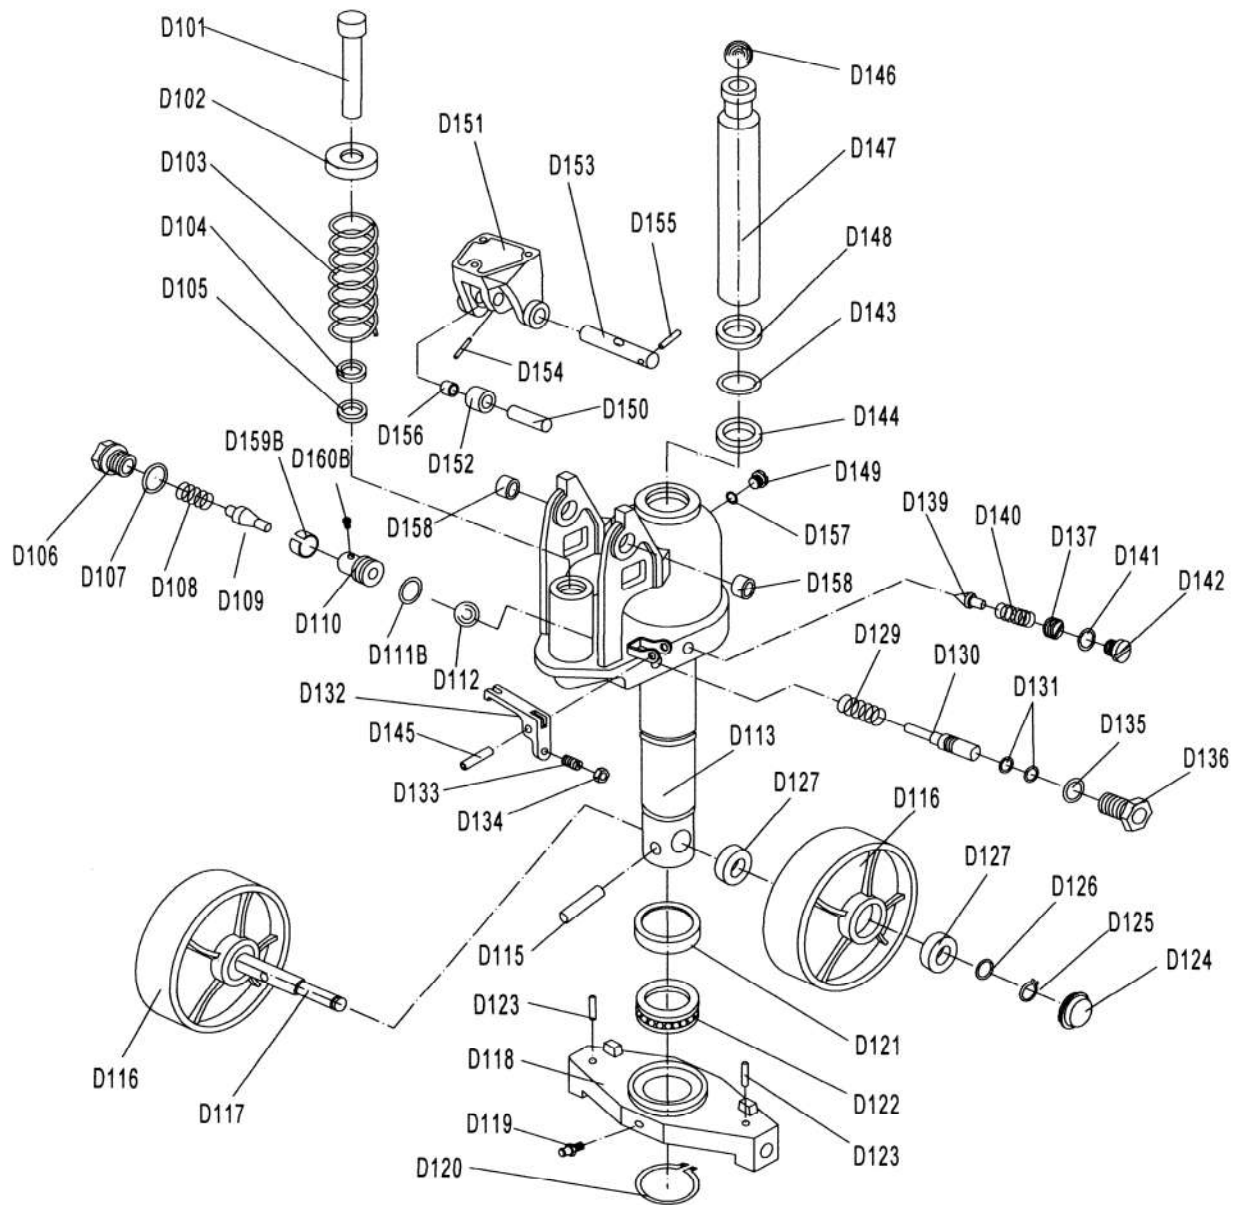

Figura 4 –Ilustración de las Partes de Reparación para el Conjunto de la Bomba de la Carretilla de Paleta
1. Si las horquillas no se elevan mientras se bombea en la posición Levantar (RAISE), gire la tuerca de ajuste (D134 figura 4) y/o el tornillo de fijación (D133 figura 4) hacia la izquierda hasta que las horquillas se eleven mientras se bombea en la posición Levantar (RAISE).